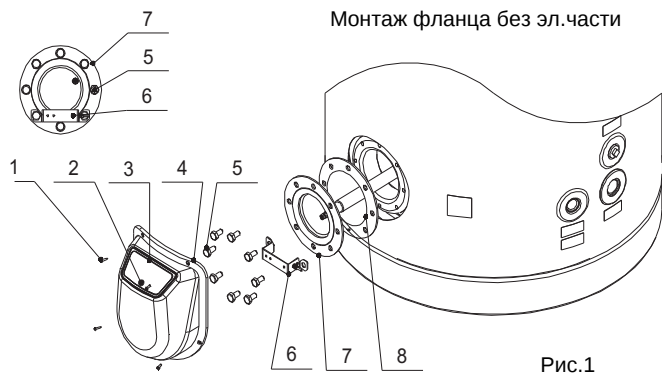

Рис.1
1. Демонтаж фланца без нагревательной части (7) (Рис.1).